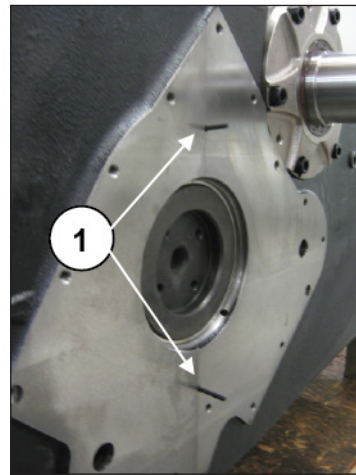

Abb. 113
Der Überstand der O-Ring-Dichtungen muss 2 mm betragen (Pos. ①, Abb. 113).